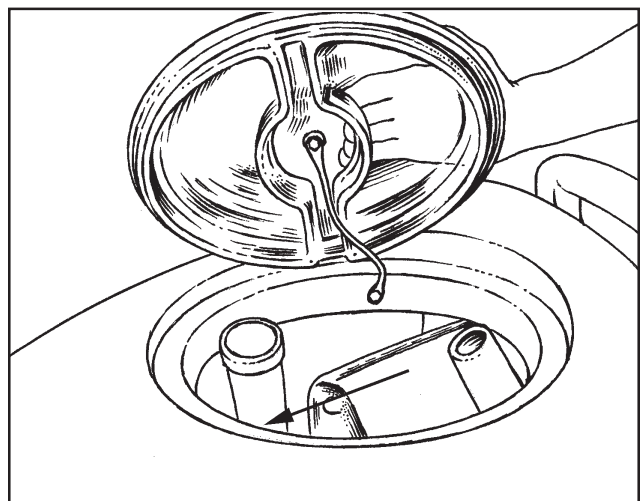

Figura 6
**Flotador de aspiración (figura 6)**